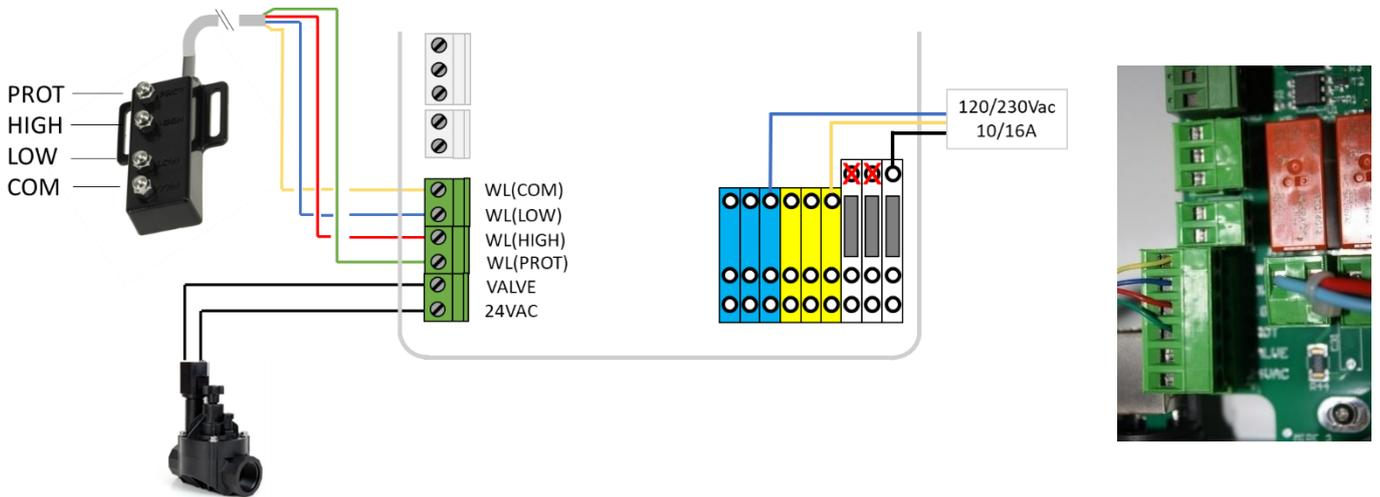

Figura 58 - Ligação do sensor ao nível de água
- Ligue os 4 fios ao conector J20 (ver Figura 58 - Ligação do sensor ao nível de água).
- Ligue a extremidade do cabo de 2 condutores ao conector J20 marcado WL (VALVE) conforme Figura 58 - Ligação do sensor ao nível de água. A polaridade não tem importância.